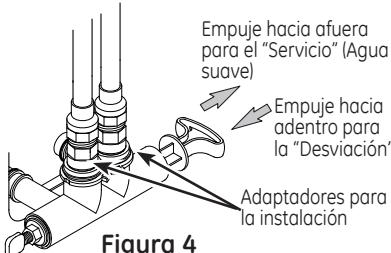

Figura 4
Siempre instale una válvula de desviación simple (provista), como se muestra en la Figura 4, o, si lo desea, puede adquirir y ensamblar piezas para un sistema de desviación de 3 válvulas (no incluido), como se muestra en la Figura 5. Las válvulas de desviación le permiten cerrar el agua en el suavizante para el mantenimiento si es necesario, pero aún tener agua en las tuberías de la casa.
3. Coloque la válvula de desviación en la posición de "desvío" (consulte la Figura 4). En una válvula simple, deslice el vástago hacia adentro en dirección al desvío. En un desvío de 3 válvulas, cierre las válvulas de entrada y salida y abra la válvula del desvío.
8. Una vez que la unidad esté en la posición de lavado regresivo, coloque la válvula de desvío en la posición SERVICE (Servicio) (consulte la Figura 4), exactamente como se muestra: